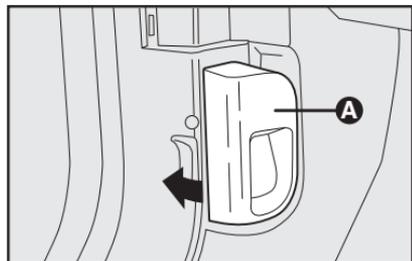

fig. 89
- 1) Tire de la palanca **A**-fig. 89.